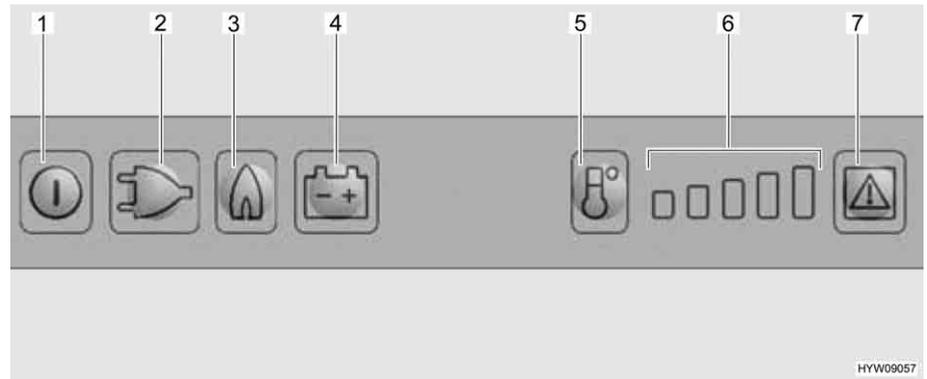

Bild 132 Bedienelemente für den Kühlschrank
- Taste Ein/Aus (Bild 132,1) etwa 2 Sekunden lang drücken. Der Kühlschrank schaltet sich ein. Die Taste der zuletzt gewählten Betriebsart leuchtet auf.
- Ggf. Taste für die Betriebsart "Gas" (Bild 132,3) drücken. Die Taste leuchtet auf. Die Gaszufuhr ist geöffnet. Der Zündvorgang erfolgt automatisch. Ein tickendes Geräusch ist hörbar, bis der Zündvorgang erfolgreich abgeschlossen ist.
- Kühltemperatur mit der Taste Temperaturstufenwahl (Bild 132,5) einstellen.
- Ggf. Taste Betriebsart "230 V" (Bild 132,2) drücken. Die Taste leuchtet auf.
**12-V-Betrieb einschalten:** ■ Taste Ein/Aus (Bild 132,1) etwa 2 Sekunden lang drücken. Der Kühlschrank schaltet sich ein. Die Taste der zuletzt gewählten Betriebsart leuchtet auf.
■ Ggf. Taste Betriebsart "12 V" (Bild 132,4) drücken. Die Taste leuchtet auf.
■ Kühltemperatur mit der Taste Temperaturstufenwahl (Bild 132,5) einstellen.